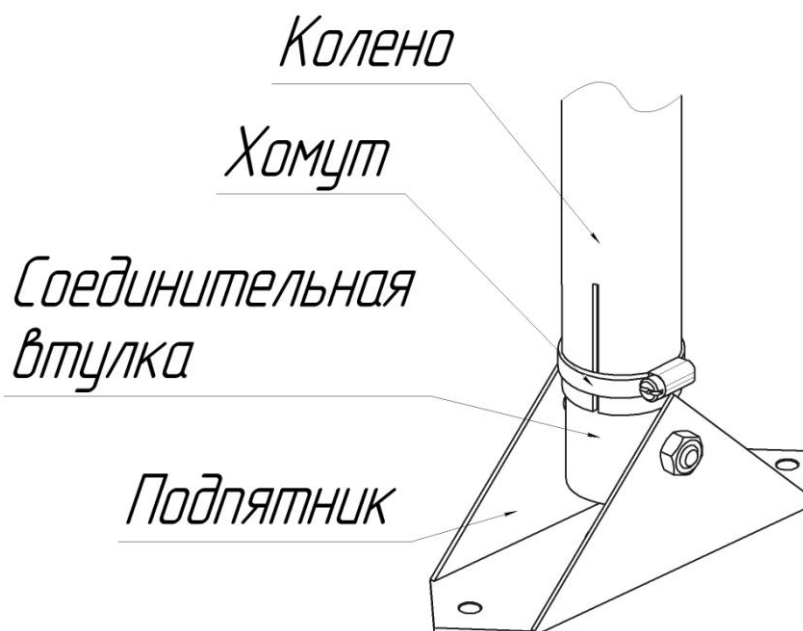

Рисунок 3 – Фиксация мачты от поворота
5.7 При использовании комплектов мачт ММ и МБ обеспечивается возможность поворота антенны в горизонтальной плоскости вместе с мачтой. Для этого необходимо вращать мачту с установленной на ней антенной на соединительной втулке (Рисунок 3) после чего установить на нижнее колено мачты в соответствии с рисунком 3 хомут из комплекта антенны и затянуть его.